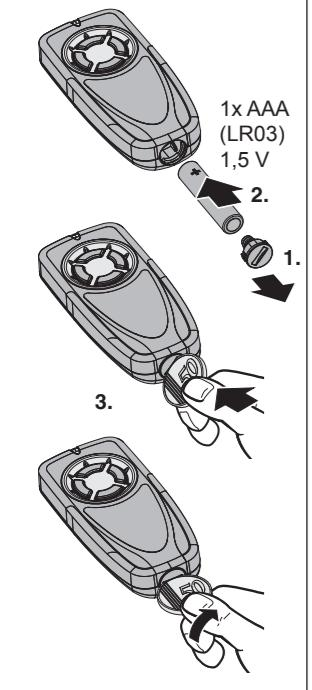

Fig. 2
**3 Before operation****3.1 Change / insert battery (fig. 2)**
**3 Före idrifttagning****3.1 Byta / sätta i batteri (fig. 2)**
- Tryck på en av knapparna (2).
- LED (1) lyser: fjärrkontrollen fungerar korrekt
- LED (1) är släckt: byt batteriet
**3 Før driften****3.1 Udkiftning / isætning af batteri (fig. 2)**
- Trykk en av tastene (2).
- LED lampen (1) lyser: håndsenderen fungerer riktig
- LED lampen (1) lyser ikke: Bytt ut batteriet